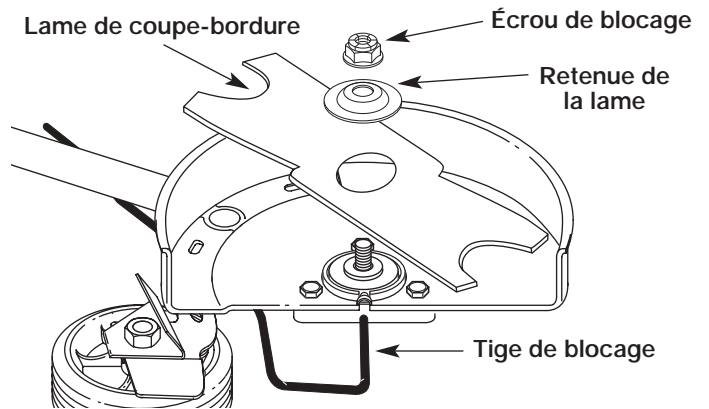
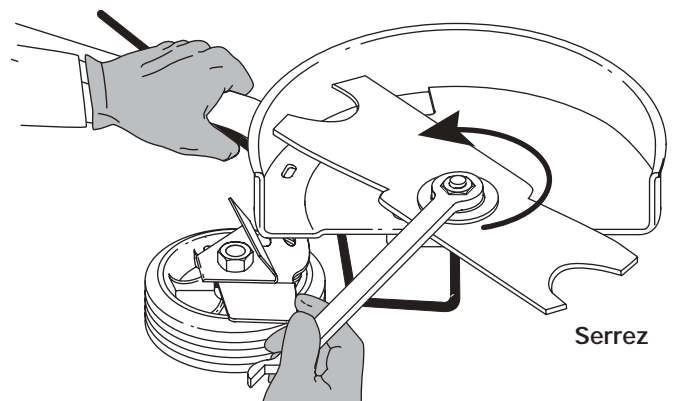

Fig. 10
Fig. 11
4. Installez la nouvelle lame, sa retenue et l'écrou (Fig. 10). Insérez la tige de blocage à travers la fente et dans le trou de l'arbre de sortie. Veillez à ce que la lame reste à plat et centrée contre l'arbre de sortie pendant que vous vissez l'écrou de blocage vers la **gauche** (Fig. 11).
Si vous n'en disposez pas, maintenez la tige de blocage dans la fente. Utilisez une clé fermée ou à douille de 5/8" pour tourner l'écrou **à gauche** jusqu'à ce qu'il soit bien ajusté contre la rondelle et que la lame soit bien mise. Assurez-vous que la lame est bien mise, puis donnez à l'écrou **1/4 ou 1/2 tour supplémentaire** (Fig. 11).